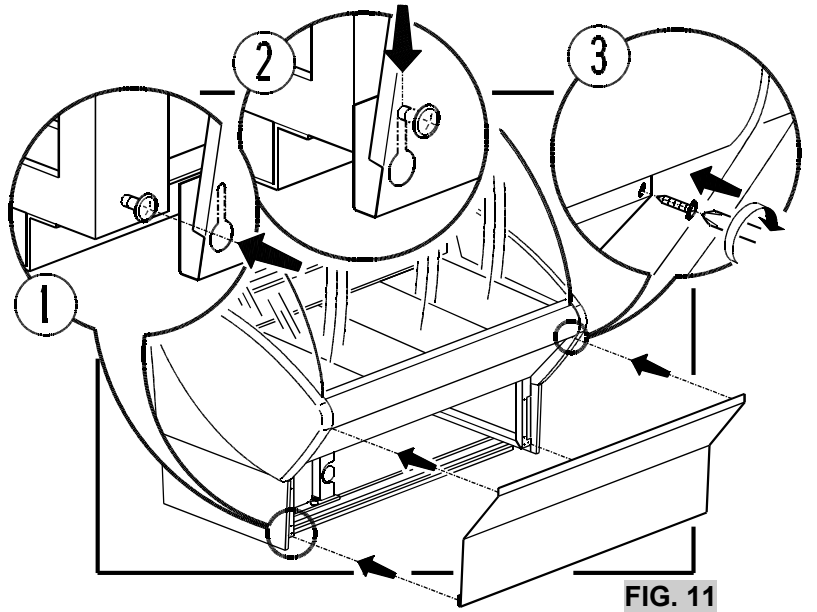

FIG. 11
- Ultimate il montaggio del banco applicando, la zoccolatura (FIG. 11 pag. 3) e il rendiresto superiore (FIG. 12 pag. 3).
- Finish the assembling of the cabinet by applying the bottom plate on the front (FIG. 11 page 3) and the top glass shelf (FIG. 12 page 3).